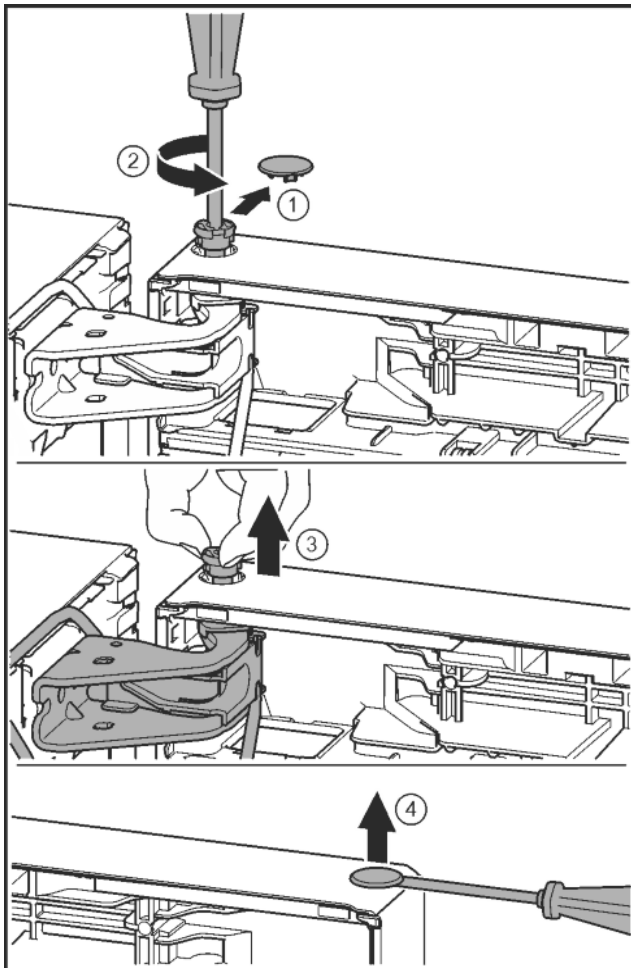

Fig. 26
- ▶ Осторожно снять предохранительную крышку. Fig. 26 (1)
- ▶ Немного выкрутить палец отверткой T15. Fig. 26 (2)
- ▶ Удерживать дверь и вытянуть палец рукой. Fig. 26 (3)
- ▶ Осторожно приподнять шлицевой отверткой заглушку из опорной втулки двери и вынуть. Fig. 26 (4)